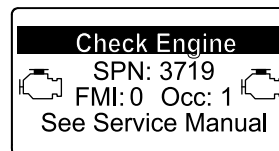

Figura 52
- Se for necessária uma regeneração de recuperação, o InfoCenter mostra o aviso do motor SPN 3719, FMI 16 (Figura 52) e o computador do motor reduz a potência do motor para 85 %.